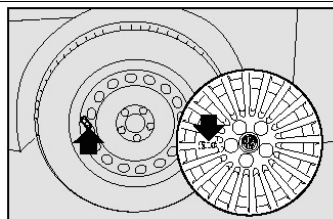

рис.12
- Установите колпак колеса, на колесо, совместив символ, проштампованный во внутренней части колпака, с вентиляем **рис.12**;